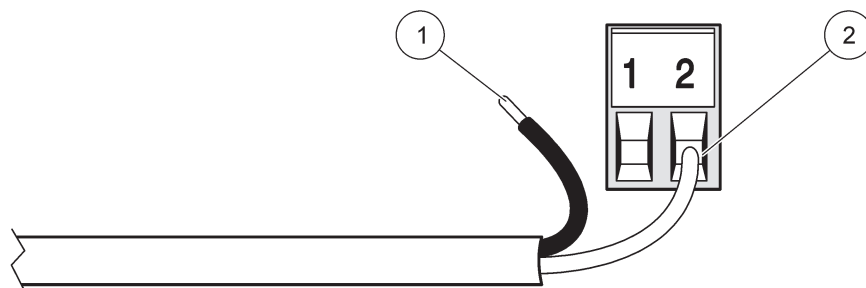
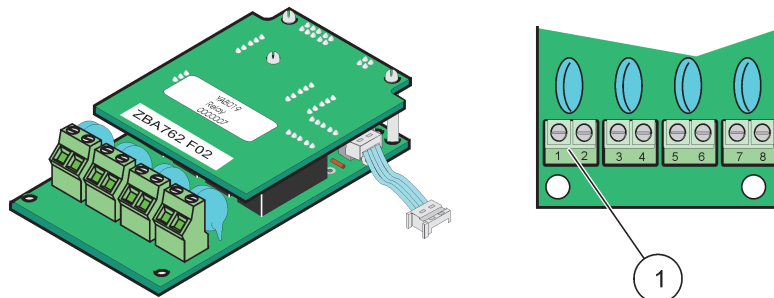
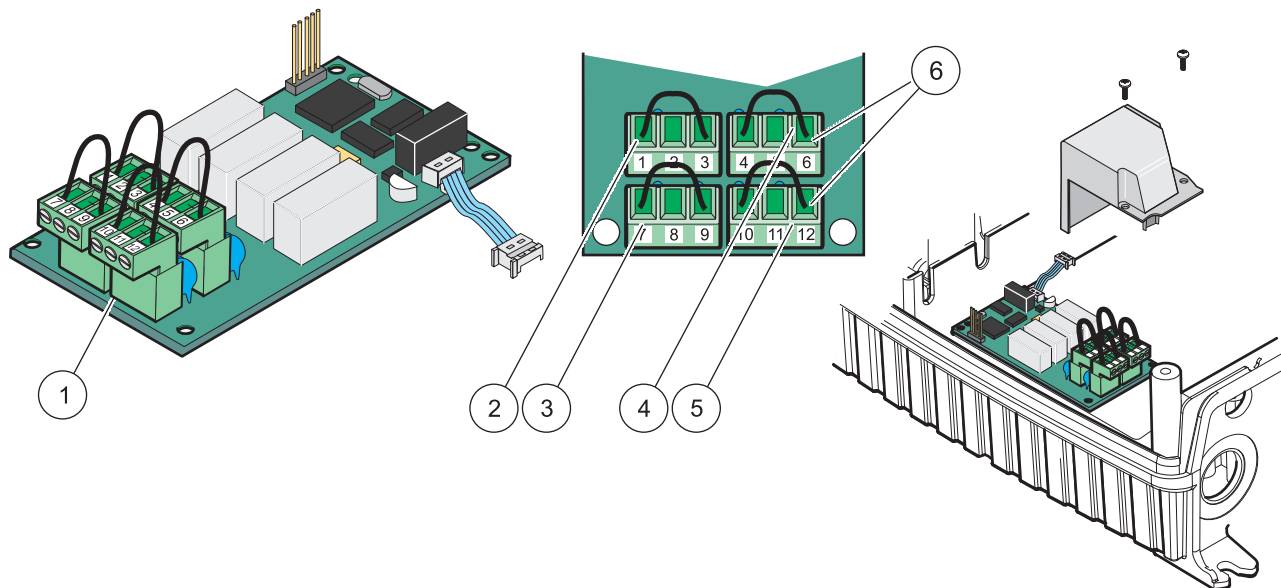

図 19 適切な配線作成および挿入
図 20 接点出力カード（旧バージョン、2008 年に廃止）
図 21 接点出力 カード (YAB076、切り替え)
5. モジュールのベースを通してケーブルを通し、各配線 (図 19) を適切に作成し、図 20/表 3 および 図 21/表 4 に従ってターミナルに差し込みます。確実に接続されていることを確認するために、それぞれ挿入したあとで、軽く引っ張ります